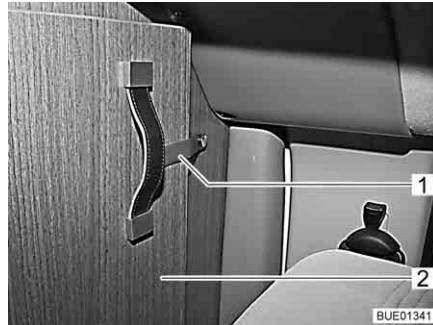

Fig. 55 Cinta de seguridad
- Soltar la cinta de seguridad (Fig. 55,1) de la parte plegable de la separación de la cabina del conductor (Fig. 55,2).